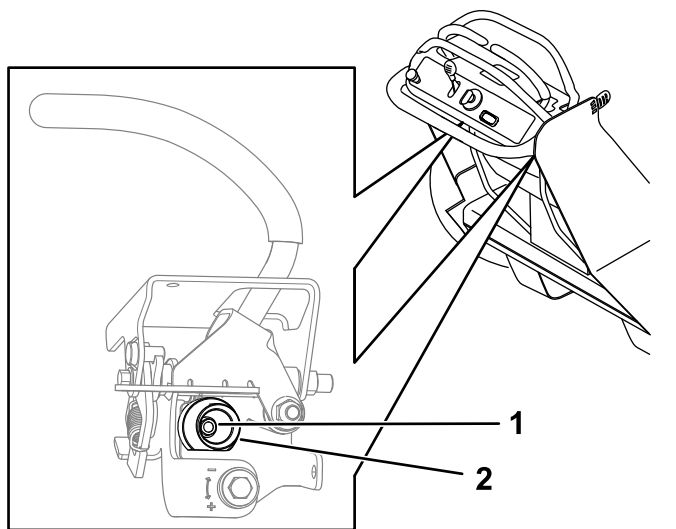

Bild 60
5. Lösen Sie die Mutter der Nocke für den Fahrtriebshebel, den Sie einstellen möchten (Bild 60).
6. Stellen Sie die Nocke ein, bis sie mit dem anderen Fahrtriebshebel ausgefluchtet ist, ziehen Sie dann die Mutter für die Nocke an (Bild 60).